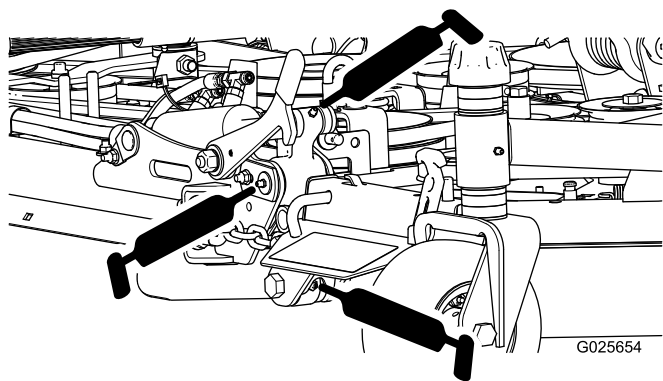

Рисунок 18
- Шарнирные навески боковых дек (10 мест) (Рисунок 18)